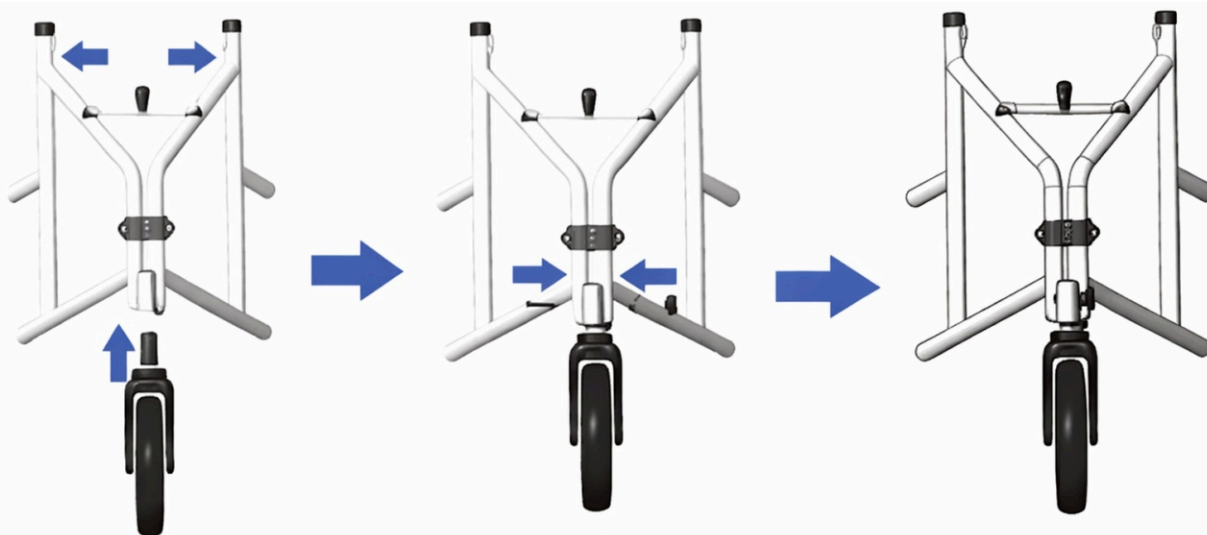

Figura 2
Pasul 1 (așa cum se arată în Figura 2): Scoateți ansamblul cadrului principal (1) și ansamblul roții din față (9). Împingeți cu mâna spre exterior cadrele stâng și drept ale ansamblului cadrului principal. Aliniați orificiul piuliței roții din față al ansamblului roții din față (9) cu orificiul manșonului roții din față al ansamblului cadrului principal (1). Introduceți ansamblul roții din față (9) în manșonul roții din față al ansamblului cadrului principal (1). Apoi introduceți șurubul hexagonal M6×35 (14) prin orificiul manșonului roții din față al ansamblului cadrului principal (1) și aliniați-l cu orificiul piuliței roții din față al ansamblului roții din față (9). Luați piulița mică cu șaibă curbată (11), montați-o pe șurubul hexagonal M6×35 (14) și strângeți-o.